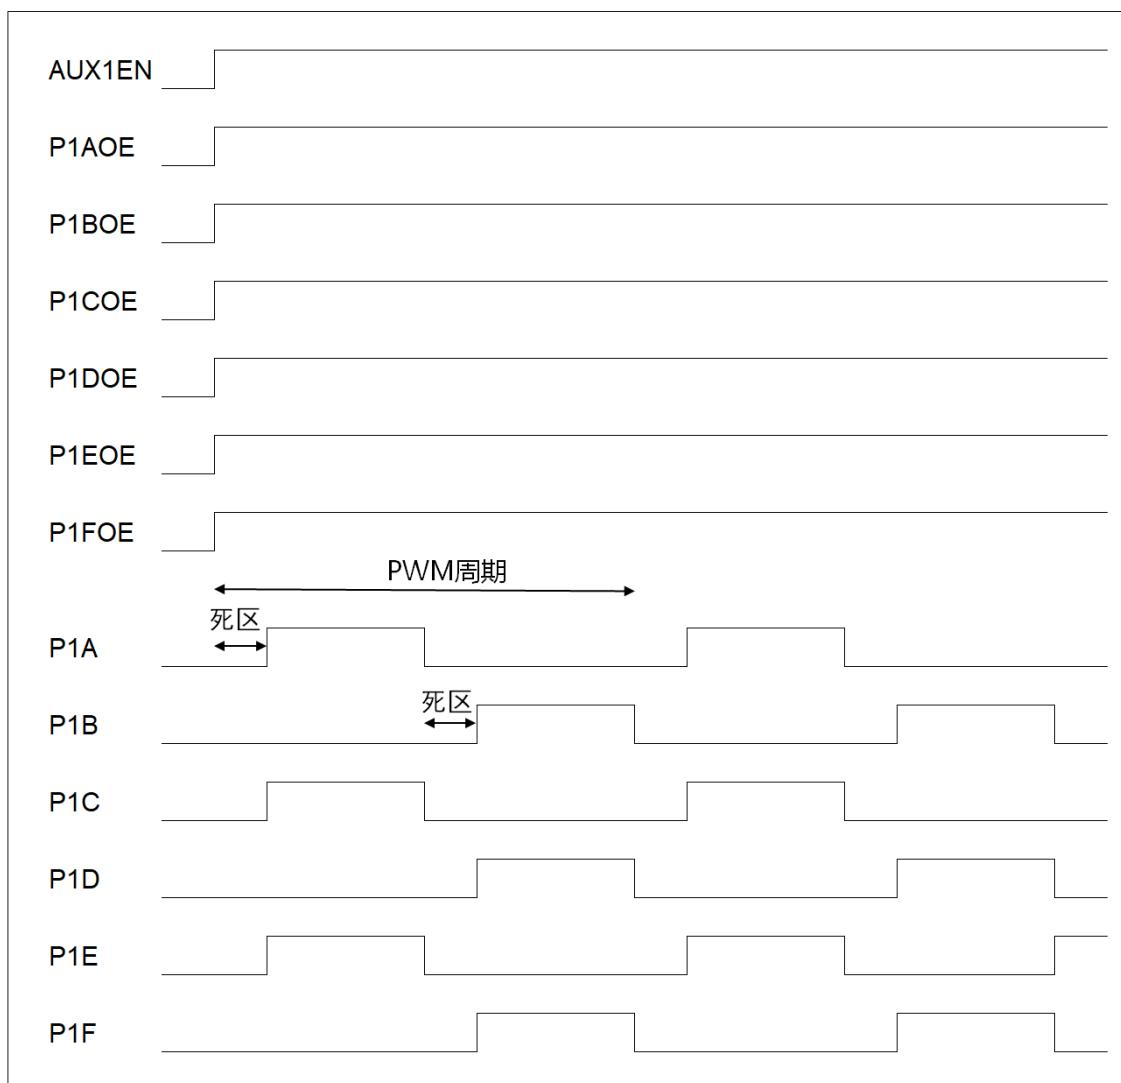

图 10-16 3 对 PWM 输出 (辅助功能)
- P1A 和 P1B 为第 1 对带死区时间的半桥 PWM 输出, 另外 2 对 P1C 和 P1D、P1E 和 P1F 与第 1 对波形相同, 如图 10-16;